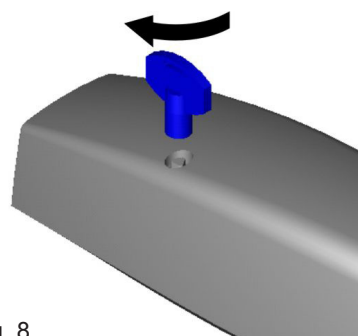

Fig. 8
- STONE / I : haal de beschermcap afb.7 weg, steek de meegeleverde sleutel in de daarvoor bestemde opening en draai hem met de wijzers van de klok mee tot het punt van aanslag, op dit punt is de zuiger ontgrendeld afb. 8. Wanneer u de poort weer sluiten en vergrendelen wilt, terwijl de noodsituatie nog aanwezig is, heeft u alleen maar de speciale ontgrendelingsleutel tegen de wijzers van de klok in te draaien. Nu zal vergrendeling automatisch plaatsvinden bij de eerste sluitmanoeuvre van de poort, automatisch of handbediend.